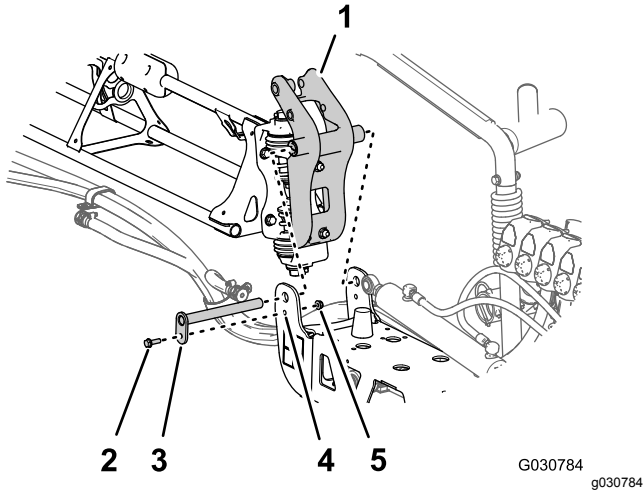

図 122
3. ピボットフィッティングのブッシュを、センターブームの端部にあるピボットブラケットのフランジについている穴に合わせる 図 122。